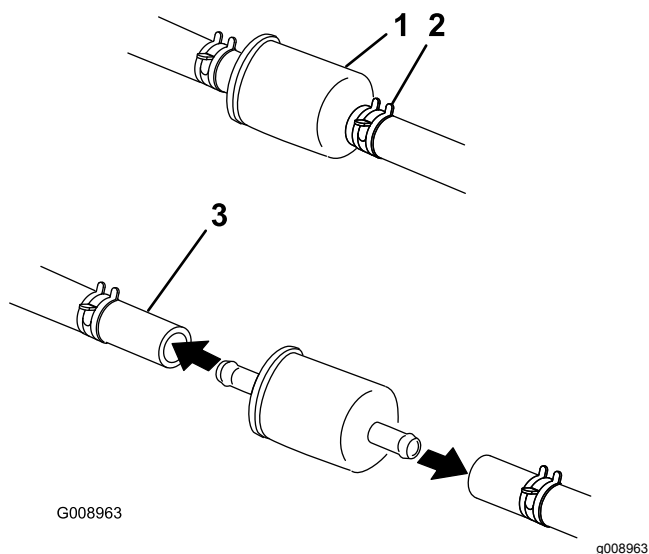

Figura 48
2. Desaperte o dispositivo de fixação de tubagem no lado do carburador do filtro e retire a linha de combustível do filtro (Figura 47 e Figura 48).